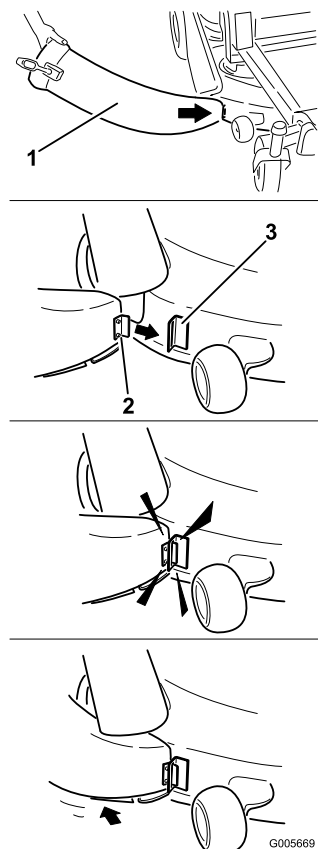

Figura 14
4. Inserite ad angolo la linguetta metallica sul frontale della guida di scarico nell'apertura prevista nella staffa saldata sul piatto di taglio davanti alla sfinestratura (Figura 14).
5. Girate indietro la guida di scarico verso il piatto di taglio in modo che sia a paro con quest'ultimo (Figura 14).